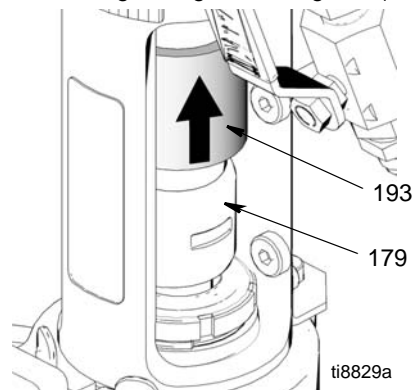

FIG. 14
4. (Fig. 14) Afmonter maleslangefittingen (190) og maleslangen (63) fra pumpefittingen.